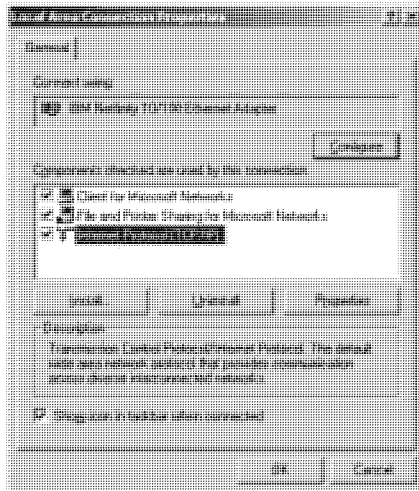

Рис. 5. Окно свойств подключения по локальной сети
5. Выберите *Internet Protocol (TCP/IP) [Протокол Интернета (TCP/IP)]* и щелкните по кнопке *Properties (Свойства)*, см. рис. 5: